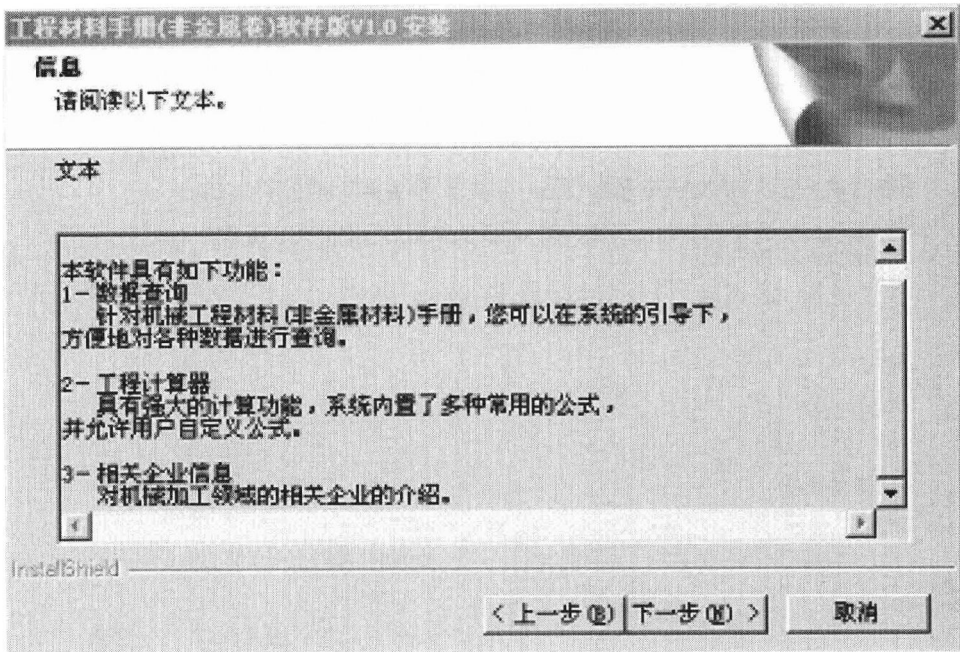

图 1.3 软件信息界面
(4) 进入软件信息界面，如图 1.3 所示，界面中概要介绍了《工程材料手册 非金属卷（软件版）》V1.0 的主要功能，单击“下一步”按钮。